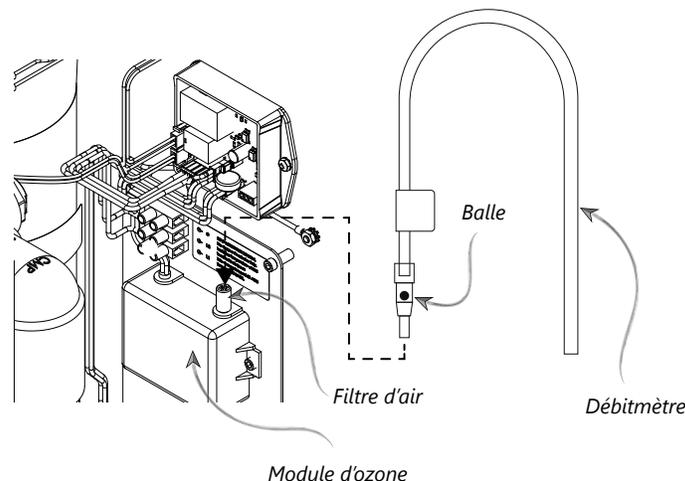

Figure 6a : Test du débitmètre
1. Test du débitmètre (Fig 6a) : S'il est question de savoir si l'injecteur fonctionne de manière appropriée, un débitmètre est fourni dans le kit des pièces pour vérifier l'aspiration appropriée à travers la cellule d'ozone.